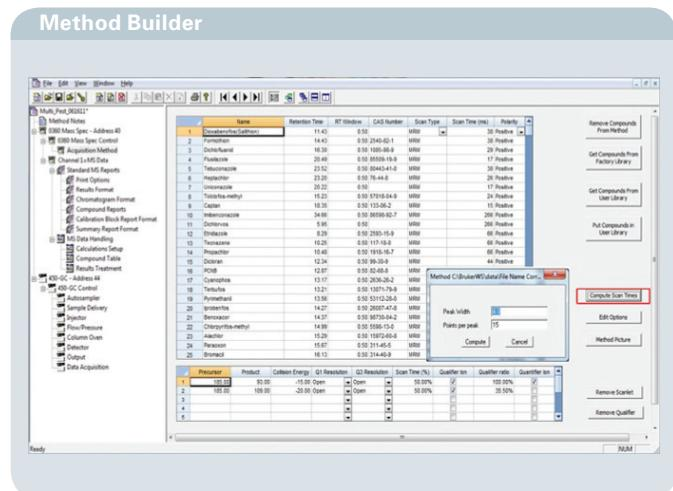

图3 从MRM数据库导入数据后的数据采集结果，以及根据峰宽和 谱图数据点计算扫描次数
步骤 1. 从标配的MRM 数据 (图 2) 或在用户自建的数据 库中将目标农药导入到Accquisition Method (采集方法) 中 (图 3)。
步骤 3. 如图 3 所示, 单击 Compute Scan Times (计算扫描时间), MS Workstation 可根据平均峰宽输入值以及所需的每个峰的扫描数据点数 (15) 自动计算和分配每个 MRM 的扫描时间。因此每种农药获得 266 ms (即每 MRM 为 133 ms) 至 15 ms (每 MRM 为 7.5 ms) 的扫描时间。